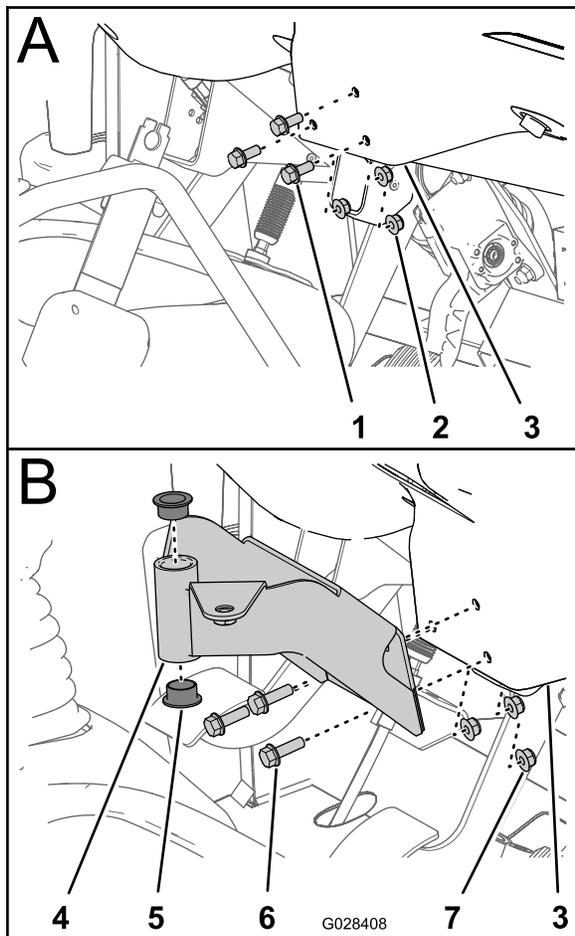

Рисунок 18
к опорному кронштейну приборной панели (Рисунок 18).
2. Совместите отверстия монтажного кронштейна консоли управления с отверстиями в приборной панели и опорном кронштейне (Рисунок 18).
4. Затяните гайки и болты согласно (Рисунок 18).
5. Вставьте две пластмассовые втулки в монтажный кронштейн (Рисунок 18).